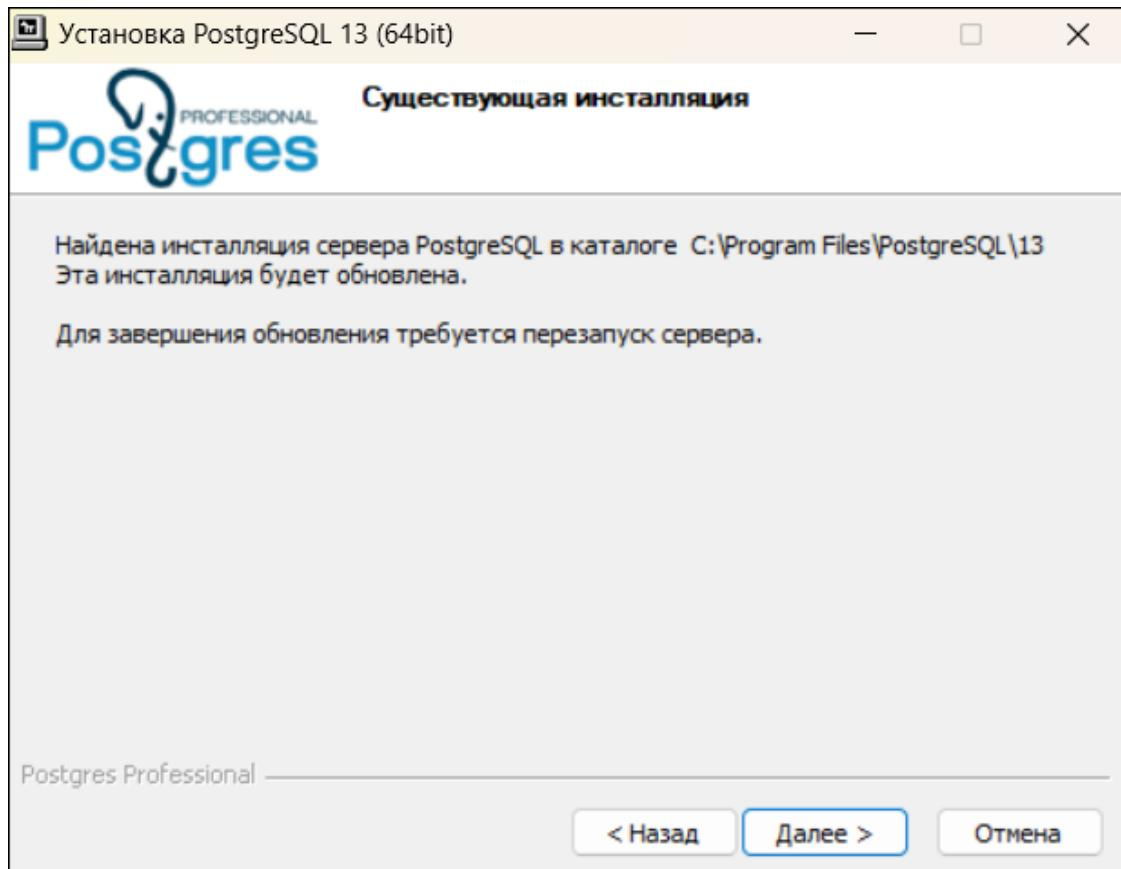

Рисунок 489 - Сообщение о существующей инсталляции
**Прим.:** При повторной установке СУБД Postgres будет обнаружена предыдущая инсталляция сервера PostgreSQL. Данная инсталляция будет обновлена. Для продолжения установки нажмите Далее (Рисунок 489).